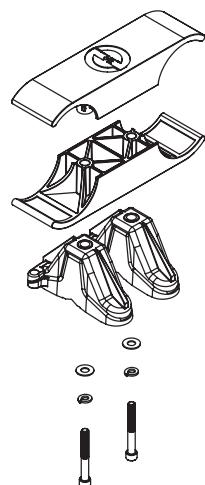

Figure 6
- Placez la **bride pour tube inférieure** sur le dessus des tubes et fixez-la à l'aide de la **bride de montage** et du **boulon d'ancrage de 3,5 po** (8,9 cm), comme indiqué dans **figure 6**
- Placez la **bride pour tube inférieure** sur le dessus des tubes et, à l'aide d'une **clé hexagonale  $\frac{1}{4}$  po** (6 mm), fixez l'**ensemble de la bride de montage** à l'aide du **boulon d'ancrage de 3,5 po** (8,9 cm), comme indiqué à la **figure 6**